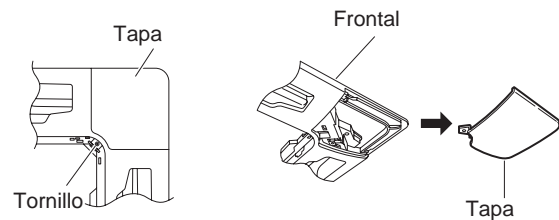

Fig. 11-2
2. Retire los tornillos que mantienen la tapa, luego hágala deslizar sobre el costado para quitarla. (Fig. 11-2)